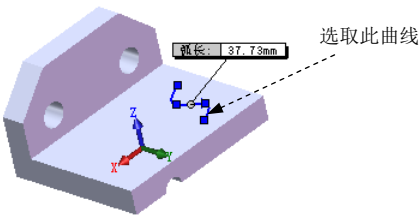
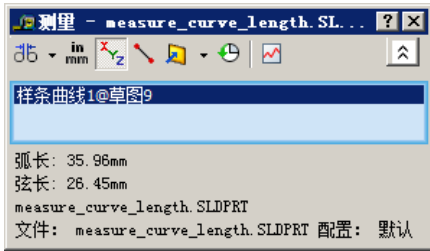

图 4.10.20 选取曲线
图 4.10.21 “测量”对话框（五）
下面以图 4.10.20 为例，说明测量曲线长度的一般操作方法。
Step4. 测量曲线的长度。选取图 4.10.20 所示的样条曲线为要测量的曲线。完成选取后，在图形区和图 4.10.21 所示“测量”对话框中可以看到测量的结果。